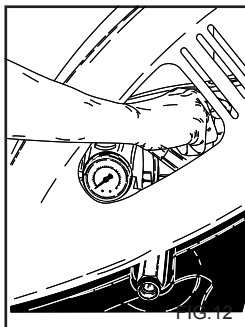

FIG.12
Il presente capitolo riguarda solo i modelli provvisti del dispositivo "Regolatore di pressione". Il dispositivo regolatore di pressione, fig. 12 permette di regolare la pressione di lavoro. Ruotando la manopola C in senso antiorario (B) (minimo) si ottiene così una riduzione della pressione di esercizio.